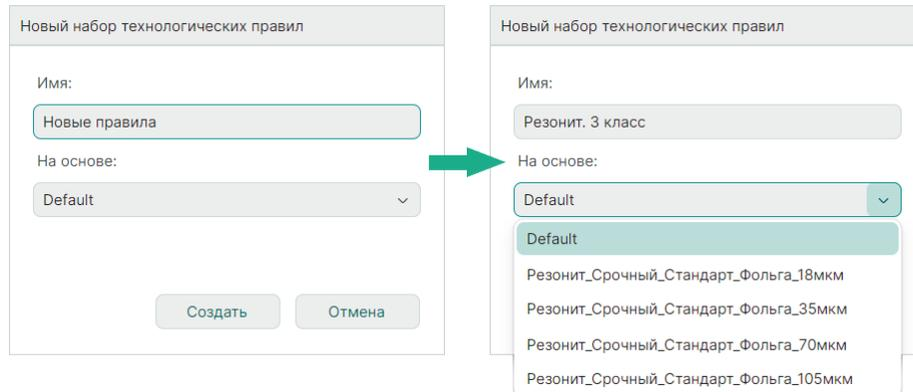

Рис. 551 Окно ввода имени новых технологических правил и выбора шаблона
2. В открывшемся окне «Новый набор технологических правил» ведите наименование новых правил (шаблона правил), в выпадающем списке шаблонов существующих правил выберите шаблон, на основе которого будут созданы новые правила, нажмите кнопку «Создать». По умолчанию выбран шаблон правил «Default», см. Рис. 551.